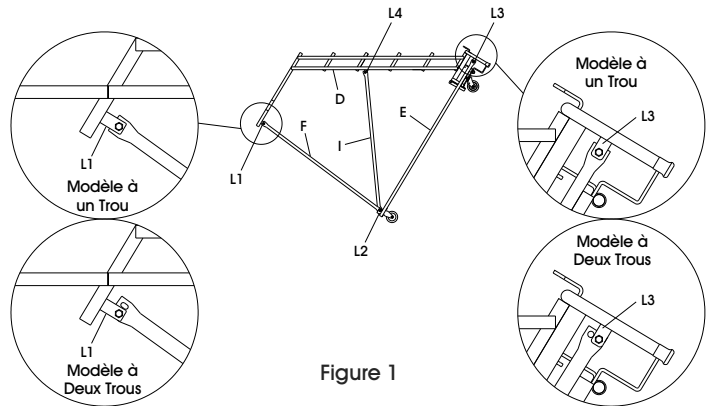

Figure 1
1. Placez le montant d'échelle (D) sur le sol. Effectuez le montage sur une surface protectrice afin de ne pas endommager la finition. (Voir Figure 1)
2. À l'aide de (6) vis d'assemblage à tête hexagonale de 3/8-16 x 1 1/4 po & et des écrous autobloquants, boulonnez le haut (trous fendus) du panneau arrière (F) à l'intérieur de L1. (Voir Figure 1)
3. Boulonnez le bas (trous ronds) du panneau arrière (F) au panneau de base (E) à l'intérieur de L2. (Voir Figure 1)
4. Boulonnez le panneau de base (E) à l'intérieur de L3. (Voir Figure 1)
1. À l'aide de vis d'assemblage à tête hexagonale de 3/8-16 x 1 1/4 po, positionnez l'entretoise diagonale (I) à l'intérieur de L4 et de L2. (Voir Figure 1)